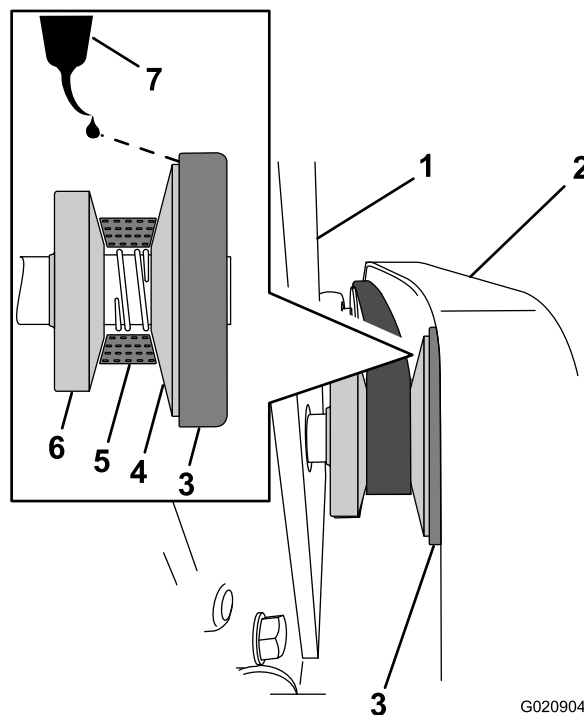

Figure 32
1. Par l'arrière de la machine, localisez le couvercle d'embrayage qui se trouve entre le support de levage et la courroie (Figure 32).
2. Appliquez 2 ou 3 gouttes d'huile SAE 5W-30 entre le couvercle d'embrayage et le cône coulissant (Figure 32).